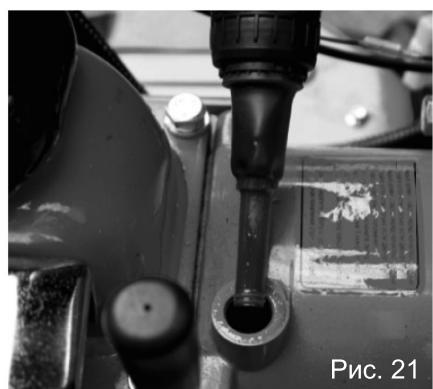

Рис. 21
2. Открутите пробку с щупом маслозаливной горловины редуктора, расположенную в верхней части редуктора (Рис. 21).